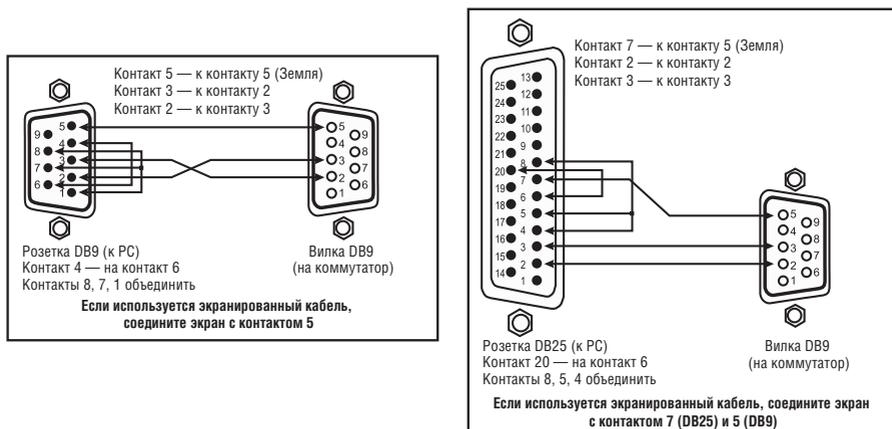

Рис. 5. Подключение устройства VA-8xl к ПК без использования нуль-модемного адаптера
- Подсоедините порт RS-232 ПК к порту RS-232 типа DB9 на задней панели **VA-8xl**, как это показано на рис. 5 (в зависимости от того, каким портом (DB9 или DB25) оснащен ПК).